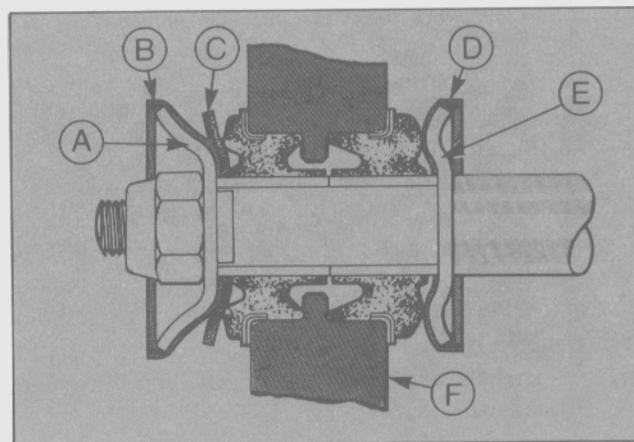

Fig. 17. Ubicación de los elementos
- Colocar la arandela, cubrearandela y el aislador trasero en la barra estabilizadora (Fig. 17).